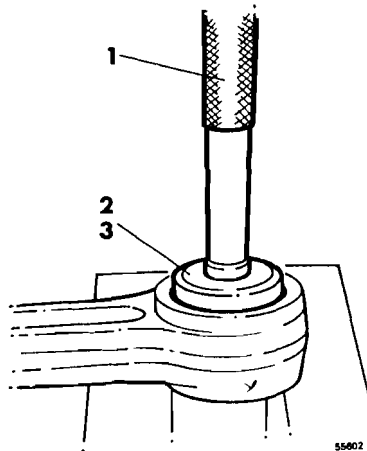

Fig. 110
- 37 Extraer el casquillo con el mandril y placas mandril, véase fig. 110.